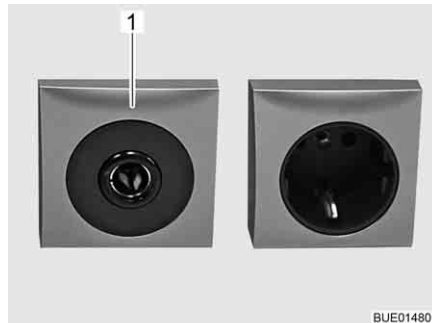

Bild 154 Eluttag 12 V/10 A
- ▷ Till 12 V-nätets eluttag (Bild 154,1) får endast apparater med maximalt 10 A anslutas.